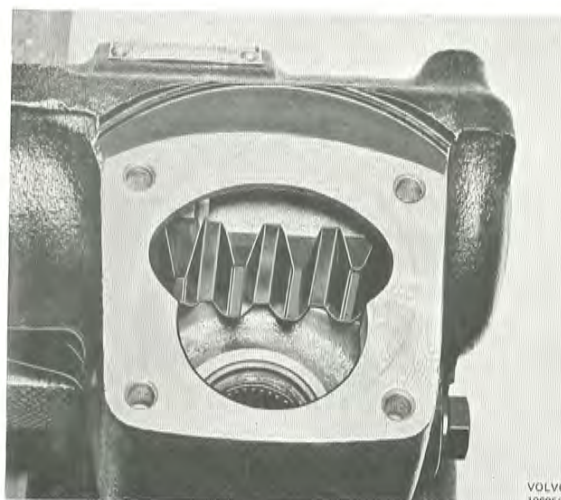

Bild 108. Mittläge
12. Ställ kolvens kuggar i mittläge, dvs luckan mellan andra och tredje kuggen ungefär mitt för styraxelns hål (bild 108). Finjustera genom att ställa snäckskruvens rits överens med husets.